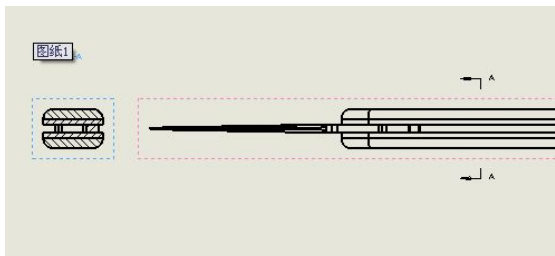

图 10-59 剖面视图
(8) 将视图移动到合适的位置, 单击就可以放置了, 如图 10-59 所示。